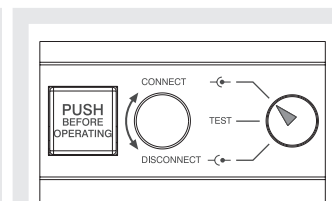

Figure 53
- disjoncteur en position d'embroché (voir Figure 53)